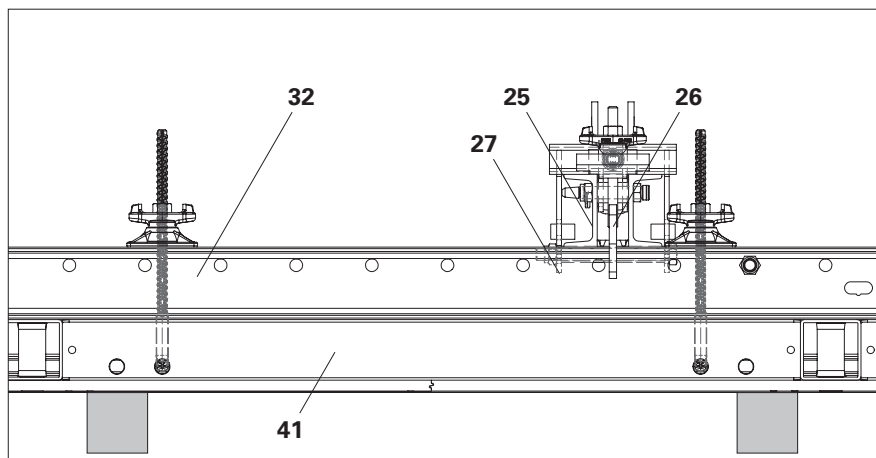
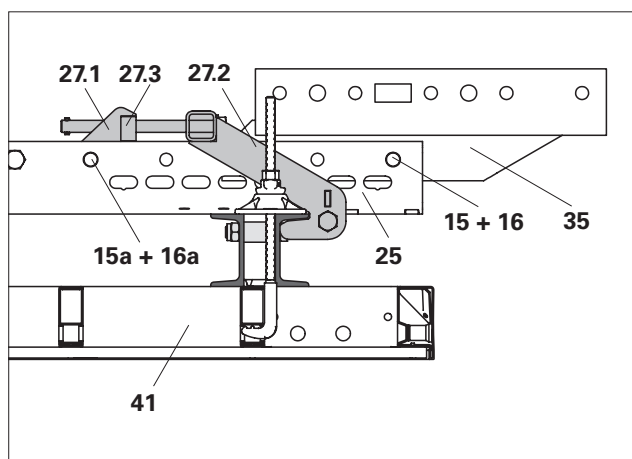

Fig. C1.01b
Fig. C1.01d
2. Posizionare la trave di rinforzo SRU (25) sul corrente (32) secondo lo schema.
3. Fissare la trave di rinforzo al corrente superiore (32) con la staffa di fissaggio corrente SRU (26). (Fig. C1.01b + C1.01c)
5. Se si utilizza la testa traversa RCS/VARIO: montare l'adattatore per travi di rinforzo (35) sulla trave di rinforzo con perni calibrati Ø 21 (15) e inserti a molla 4/1 (16).
7. Avvitare la parte inferiore (27.2) della vite di regolazione AF 30 (27.3) fino al contatto con il corrente. (Fig. C1.01d) → Il corrente è ora appoggiato sui cosciali del dispositivo di regolazione altezza su entrambi i lati.